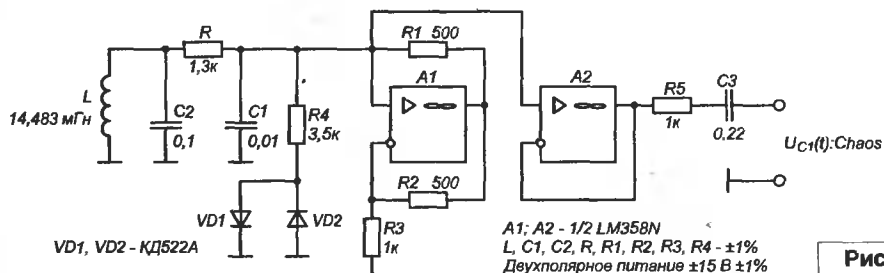
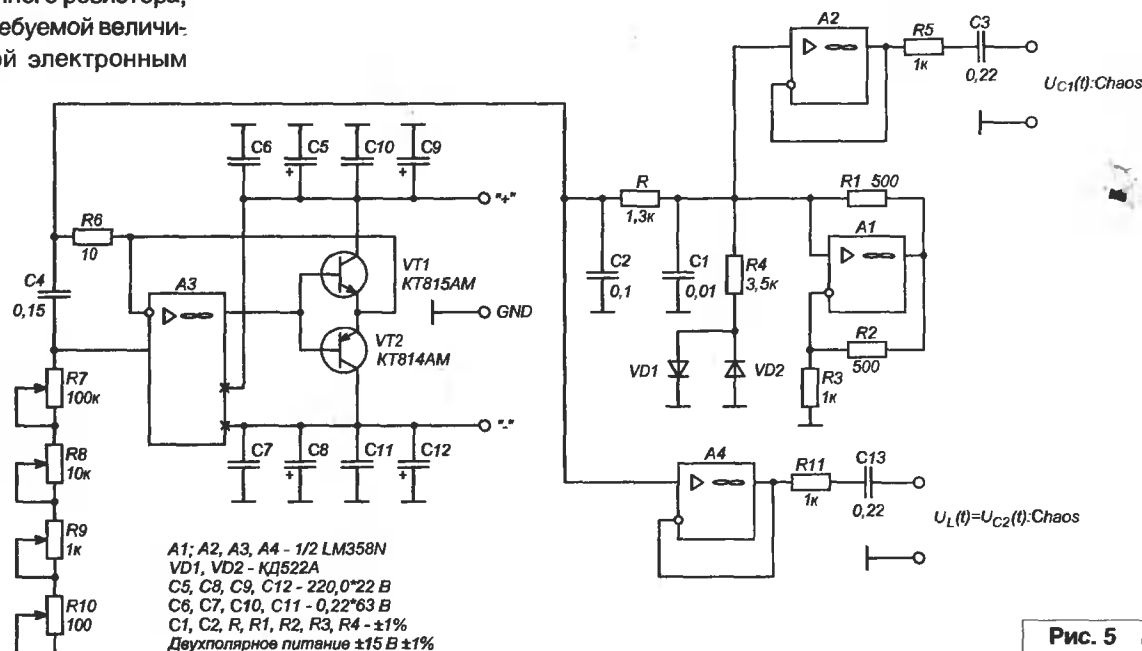

Рис. 4
Рис. 5
При этом в хаотическом автогенераторе на обычной катушке индуктивности в качестве негатрона использовалась его более усовершенствованная схема автора, а в остальном присутствовали те же традиционные элементы, составляющие классическую конструкцию (L , C_1 , C_2 и R). Схема (рис. 4) была дополнена буферным каскадом на A_2 с целью возможности подключения к ней различных измерительных приборов.
Далее, удалив катушку индуктивности L из схемы, подключаем вместо нее электронный аналог индуктивности. Полученная таким образом конструкция хаотического автогенератора на электронном аналоге индуктивности приведена на рис. 5.
Требуемый номинал конденсатора для электронного аналога индуктивности в данном случае (рис. 5) будет равен:
аналогом индуктивности. С целью достаточно плавного регулирования индуктивности в схеме был использован ряд переменных резисторов ($R7 \dots R10$) с суммарной величиной около 10000 Ом (см. рис. 5).
Изменяя величину суммарного сопротивления (аккуратно перемещая в основном движки $R8 \dots R10$ в некоторых пределах), добиваемся хаотического режима работы схемы автогенератора на электронном аналоге индуктивности (см. рис. 5).
Заметим, что $A1$ и $A2$ помещаются в одном корпусе LM358N (рис. 5), соответствуя $A1$ и $A2$ на схеме рис. 4.
2. Предложенная схема (рис. 5) может быть рассчитана аналогично классической схемы Лео Чуа, при этом эквивалентную схему самовозбуждающегося электронного аналога индуктивности можно рассматривать как последовательное соединение положительной линейной индуктивности и линейного отрицательного сопротивления небольшой величины;
Хаотический аттрактор схемы рассматриваемого автогенератора (рис. 5) имеет определенную общность с аттрактором DS, т.н. "двойным завитком" [3], поскольку в данной схеме, как и в схеме, представленной на рис. 4, реализуется переключение режимов из одного положения "равновесия" в другое [4-6]. Поэтому можно предположить, что сценарии перехода к хаосу в таких системах одинаковы – через удвоение периода согласно [7].
4. Благодаря применению электронного аналога индуктивности в схеме появляются дополнительные возможности управления работой хаотического автогенератора. Так, устанавливая параллельно с $R7...R10$ (см. рис. 5) резистивный оптрон, можно осуществлять параметрическую модуляцию L , т.е. исследовать явления, которые невозможно изучать на обычной (классической)